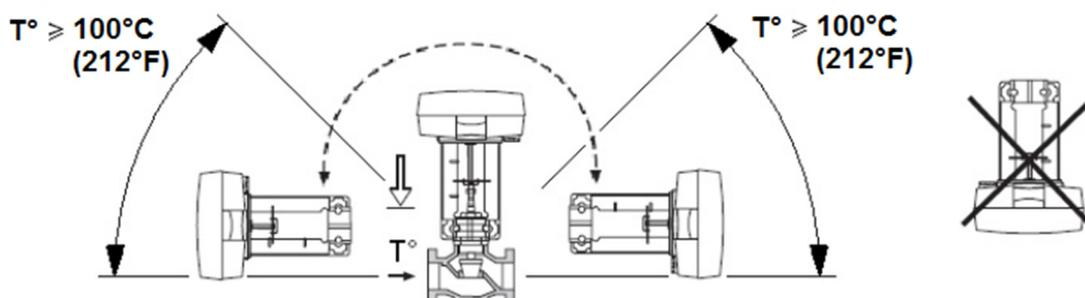

Figure 7
- Avec des températures d'alimentation supérieures à 100°, il est recommandé d'incliner ou de fermer l'actionneur, voir Figure 7.